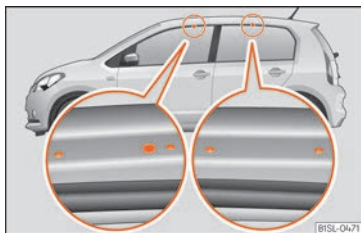

Fig. 140 Punts de fixació dels suports bàsics i dels portaequipatges de sostre en vehicles de quatre portes.
tre i només es veuen amb la porta oberta »» fig. 140.
- El suport bàsic s'ha de fixar **únicament** en els punts indicats en la il·lustració »» fig. 140.